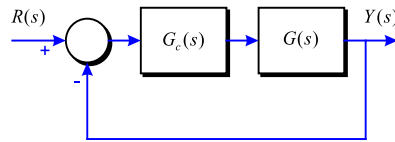

Figura 5-21
**Problema 160** Dissenyeu un compensador per a que el sistema de la Figura 5-21 amb: